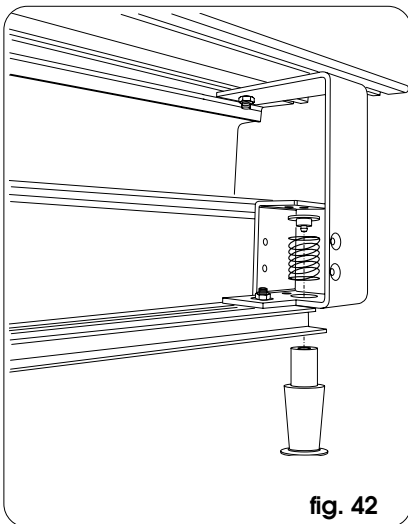
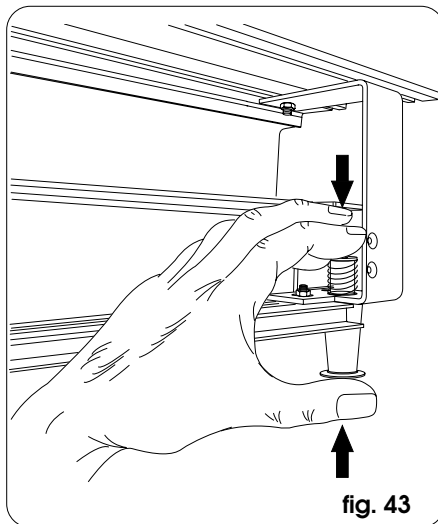

fig. 42
fig. 43
- Assembler la poignée de déverrouillage au niveau de la patte latérale opposée au bord de fermeture d'après la fig. 42 et la fig. 43.